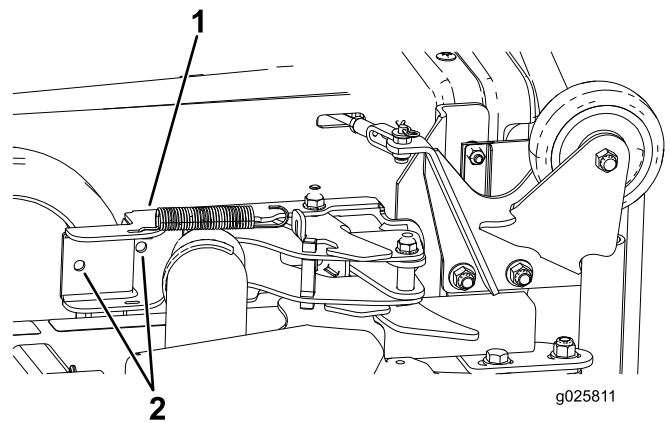

Figura 9
18. Localice y perfore dos taladros de 8.4 mm (11/32 pulgada) de diámetro en la tolva para la pletina de retención de la tolva (Figura 9).